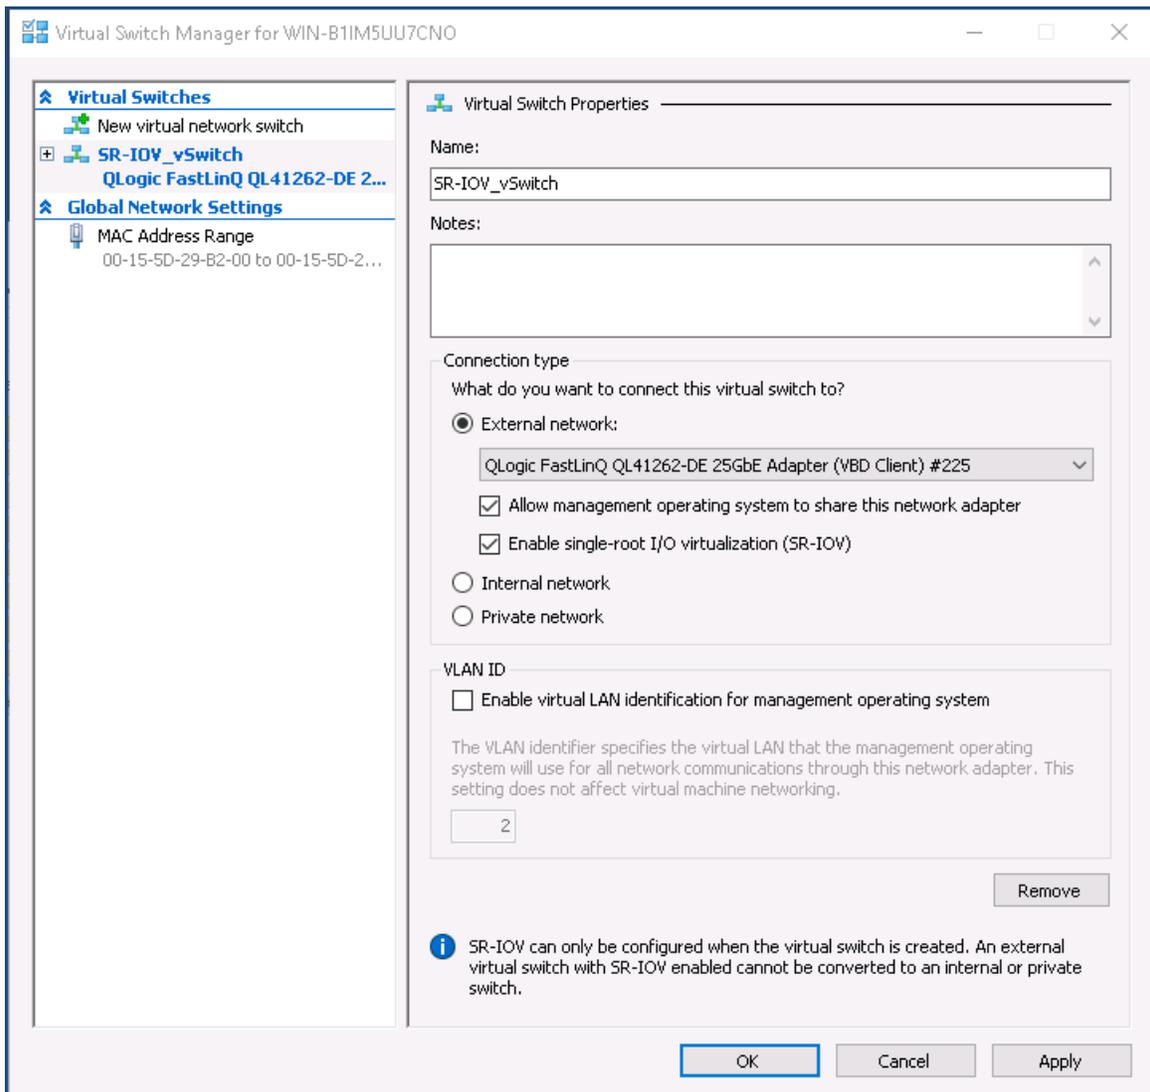

Abbildung 11-4. Manager für virtuellen Switch: SR-IOV aktivieren
10. So erstellen Sie einen Switch für eine virtuelle Maschine mit SR-IOV (Abbildung 11-4 auf Seite 199):